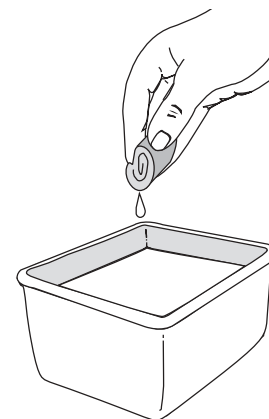

Fig. 21
3. Lavez le filtre dans un mélange d'eau et de détergent (Fig. 21). Rincez le filtre abondamment. Essorez l'excédent d'eau. Laissez sécher complètement.